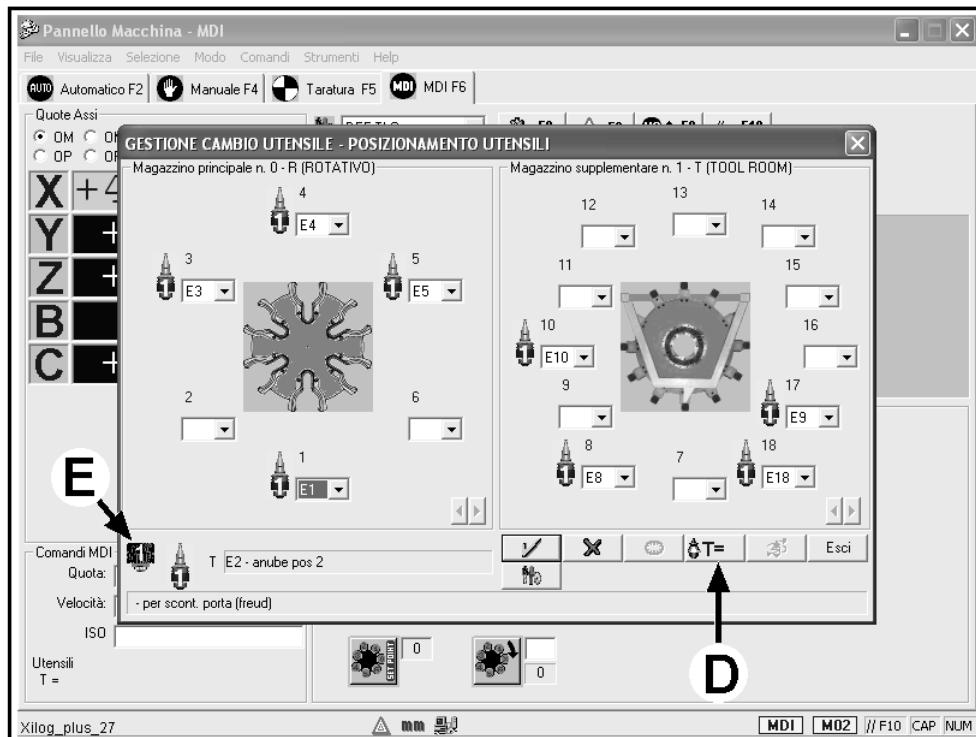

Fig. 9a
**Quando sulla macchina sono montati in contemporanea i magazzini "Rapid 6" e "Tool-Room 12" appare la videata di fig. 9a.**
La tabella rappresenta, in modo circolare, i campi relativi ai posti magazzino presenti sulla macchina: in particolare (Fig. 9a) sulla destra viene rappresentato il magazzino tipo Tool-Room, mentre sulla sinistra il magazzino tipo Rapid.